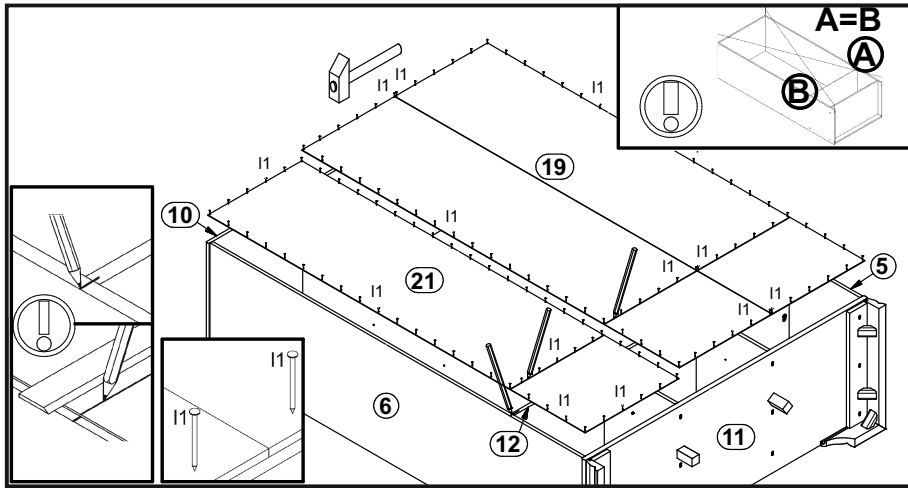

Рисунок 6
13. Положить корпус шкафа фасадными кромками вниз на ровную поверхность и выровнять его, измеряя рулеткой расстояние между противоположными углами по диагонали. Расстояния должны быть равными (см. рис. 6).
14. Закрепить стенку заднюю клеенную **19** и стенку заднюю **21** к корпусу шкафа гвоздями **l1** с шагом **80-120 мм** (см. рис. 6).